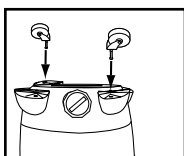

FIGURA 12
11. Tome las rueditas restantes y coloque una arandela plana sobre el vástago de cada ruedita. Inserte las rueditas en las bases de ruedita colocando el vástago de las mismas en los orificios provistos. Aplique presión y torsión hasta que las rueditas hayan encajado en su lugar. **FIGURA 12.**